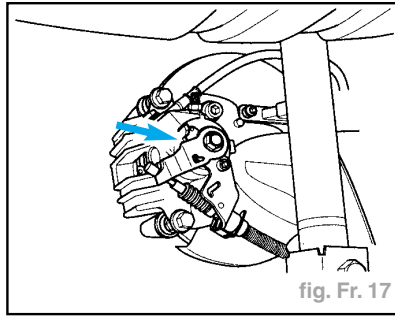

fig. Fr. 17
- Le levier de frein à main étant en position de repos, serrer les écrous de réglage (flèches) jusqu'à ce que les leviers sur les étriers de frein se soulèvent de la butée (fig. Fr. 17).
- Un écart de **1,5 mm maxi** par rapport à la butée (flèche) est admissible de chaque côté et doit être réglé de façon identique des deux côtés (fig. Fr. 17).